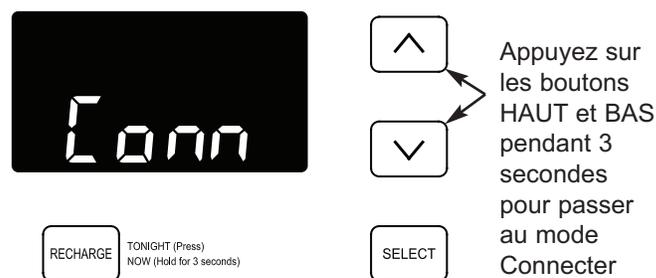

FIG. 33
3. Sur le panneau avant de l'adoucisseur (cf. Fig. 33), appuyez en même temps sur les boutons  $\Delta$  HAUT et  $\nabla$  BAS pendant 3 secondes.
4. Relâchez les boutons lorsque « Conn » apparaît à l'écran (cf. Fig. 33) et le voyant jaune de l'état connexion au-dessus du panneau de commande commence à clignoter.